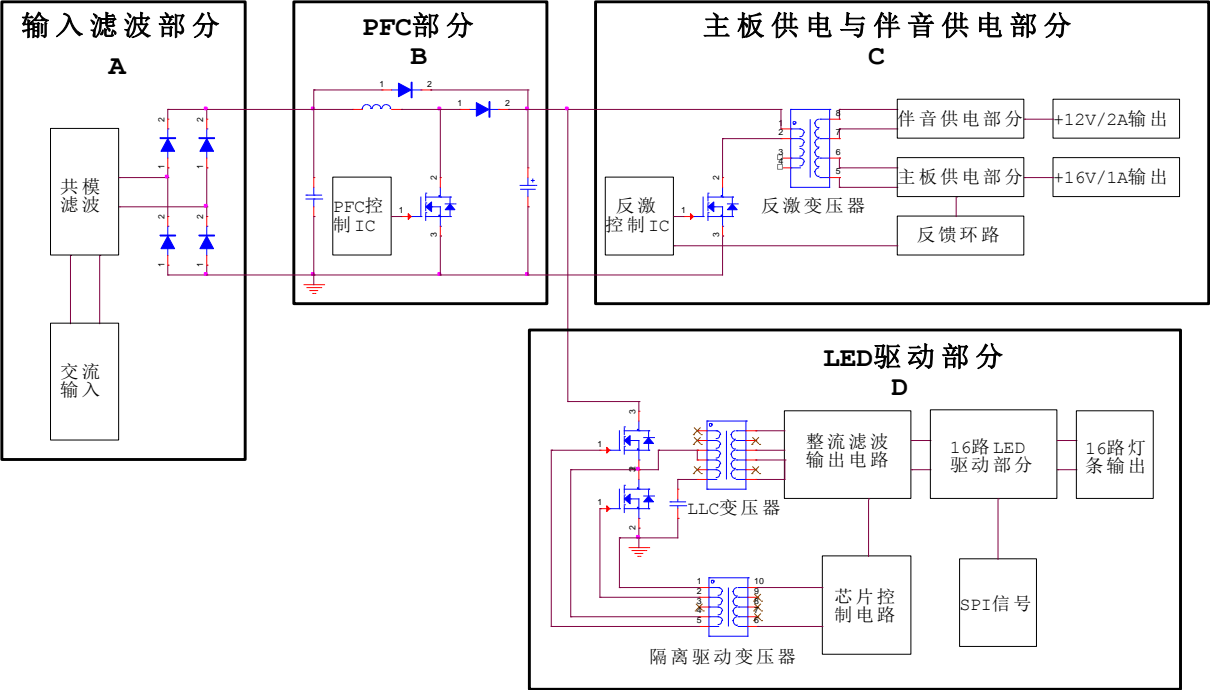

图 1 系统框图
由图 1 中所示，6350 电源板主要分为如下几个模块：(1) 整流滤波电路；(2) PFC 模块；(3) 主板及伴音供电模块，(4) LLC 背光驱动模块。